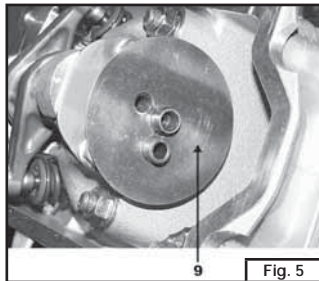

Fig. 5
- Togliere la rondella (Fig.5-part.9).
- Remove the washer (Fig.5-part. 9).
- Enlevez la rondelle (Fig. 5-det. 9).